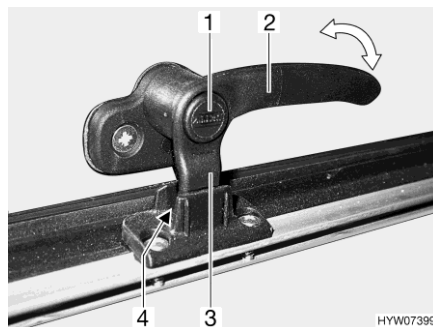

Fig. 40 Palanca de bloqueo (posición de "ventilación continua")
- En la posición "ventilación continua" (Fig. 40)
- Presionar el botón de seguridad (Fig. 40,1) y mantenerlo pulsado.
- Girar la palanca de bloqueo (Fig. 40,3) un cuarto de vuelta hacia la mitad de la ventana.
- Girar de nuevo hacia atrás la palanca de bloqueo. El saliente de bloqueo (Fig. 40,3) de la palanca de bloqueo se ha de introducir para ello en el rebaje del bloqueo de la ventana (Fig. 40,4).
- Soltar el botón de seguridad (Fig. 40,1).